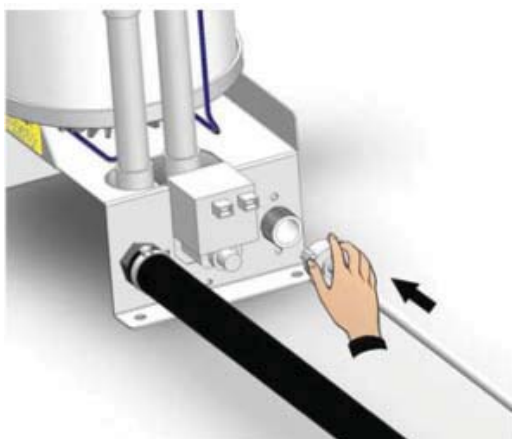

Рис. 21
4. Присоедините линию подачи воды к соединению $\frac{3}{4}$ " электроклапана (рис. 21 и 22).